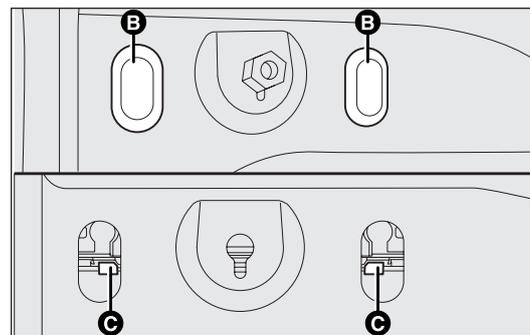

fig. 159a
- per versioni con porte battenti, rimuovere i tappi in gomma B-fig. 159a ed agire sulle alette C di ritegno, estrarre il gruppo;